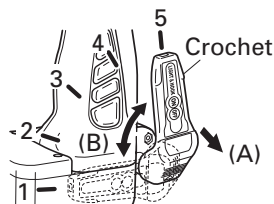

Fig. 5
- (1) Ouverture du crochet
- (a) Tirer le crochet vers soi dans le sens de la flèche (A), et le tourner dans le sens de la flèche (B). (Fig. 5)